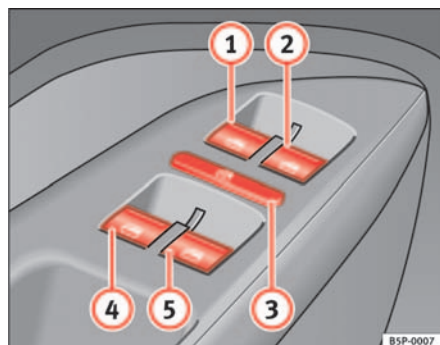

Abb. 70 Ausschnitt aus der Fahrertür: Bedienelemente für vordere und hintere Fenster
Die Tasten ⇒ Seite 108, Abb. 70 ① und ② haben zwei Stufen zum Öffnen und zwei zum Schließen des Fensters. Dadurch ist es einfacher, die Öffnungs- und Schließvorgänge zu kontrollieren.